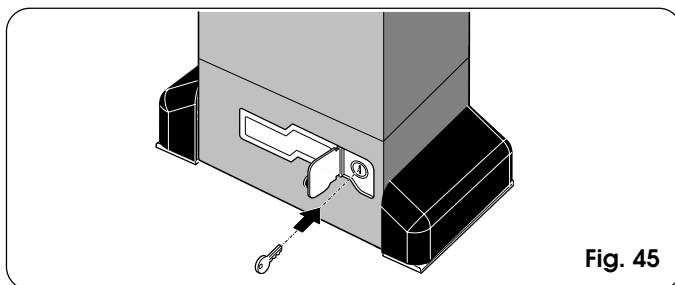

Fig. 45
- 1) Abra la portezuela de protección e introduzca la llave en dotación en la cerradura (Fig. 45).